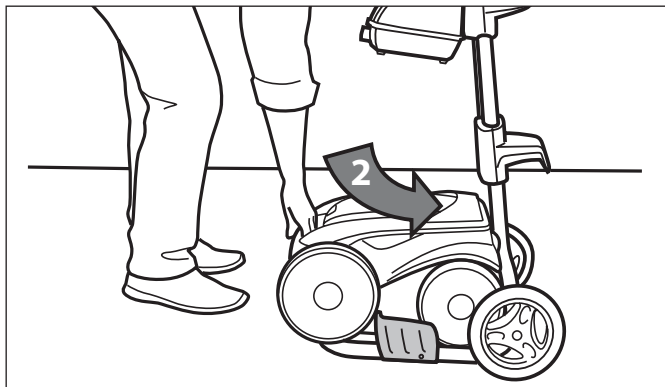

Figura 26. Mueva el limpiafondos al carrito
2. Gire la unidad en el lugar del carrito. Vea la Figura 26.